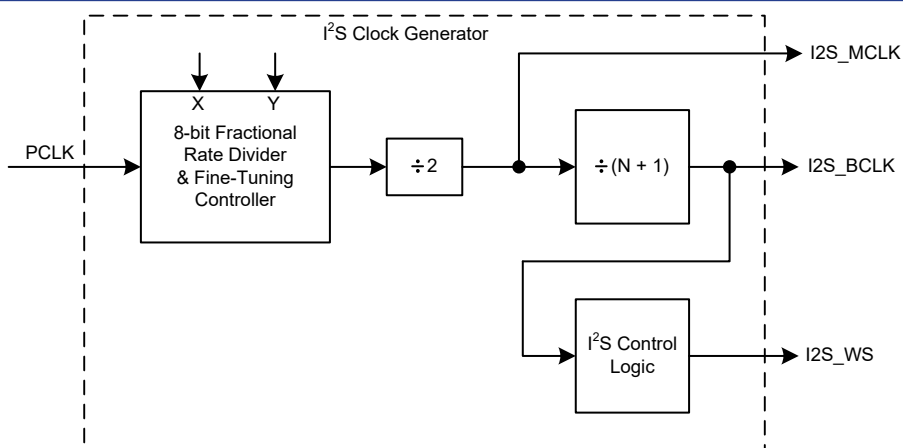

图 190. I²S 时钟发生器方框图
I²S 的主时钟 (I2S_MCLK) 和位时钟 (I2S_BCLK) 由 I2SCDR 寄存器里的相关值决定。I²S 位时钟频率设置决定于所需的音频采样频率、所用的数据格式 (立体声或单声道) 以及数据大小。主时钟频率 (I2S_MCLK) 产生需要使用一个小数时钟分频器, 此分频器将 I²S PCLK 频率进行分频。合理设置分子 (X) 和分母 (Y) 的值从而产生一个主时钟 (I2S_MCLK) 两倍的频率值。分频器的输出频率除以 2 从而使输出时钟占空比更均匀。I²S 时钟发生器方框图如图 190 所示。小数频率分频器公式如下: